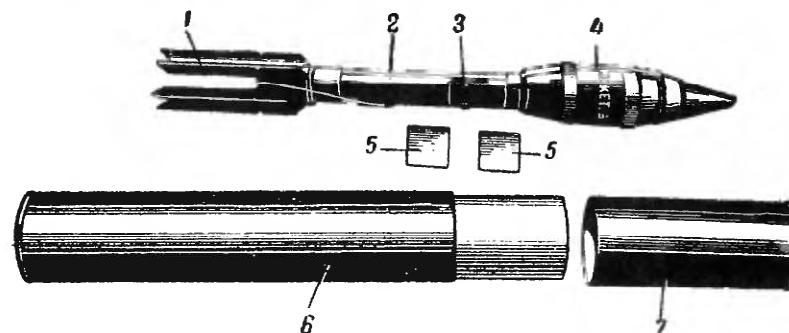

Рис. 49. Общий вид 58-мм американской реактивной гранаты кумулятивного действия и укупорочной банки:
2. 58-мм американская реактивная граната кумулятивного действия (рис. 49)